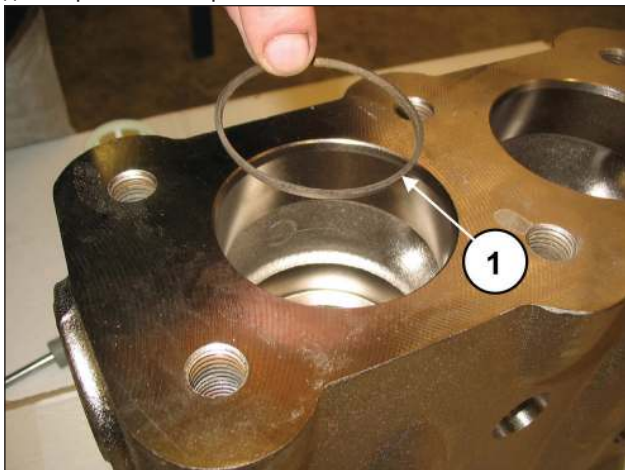

Рис. 102
Установите антиэкструзионное кольцо поз.№ 4 на деталировочном чертеже (поз. ①, Рис. 102).